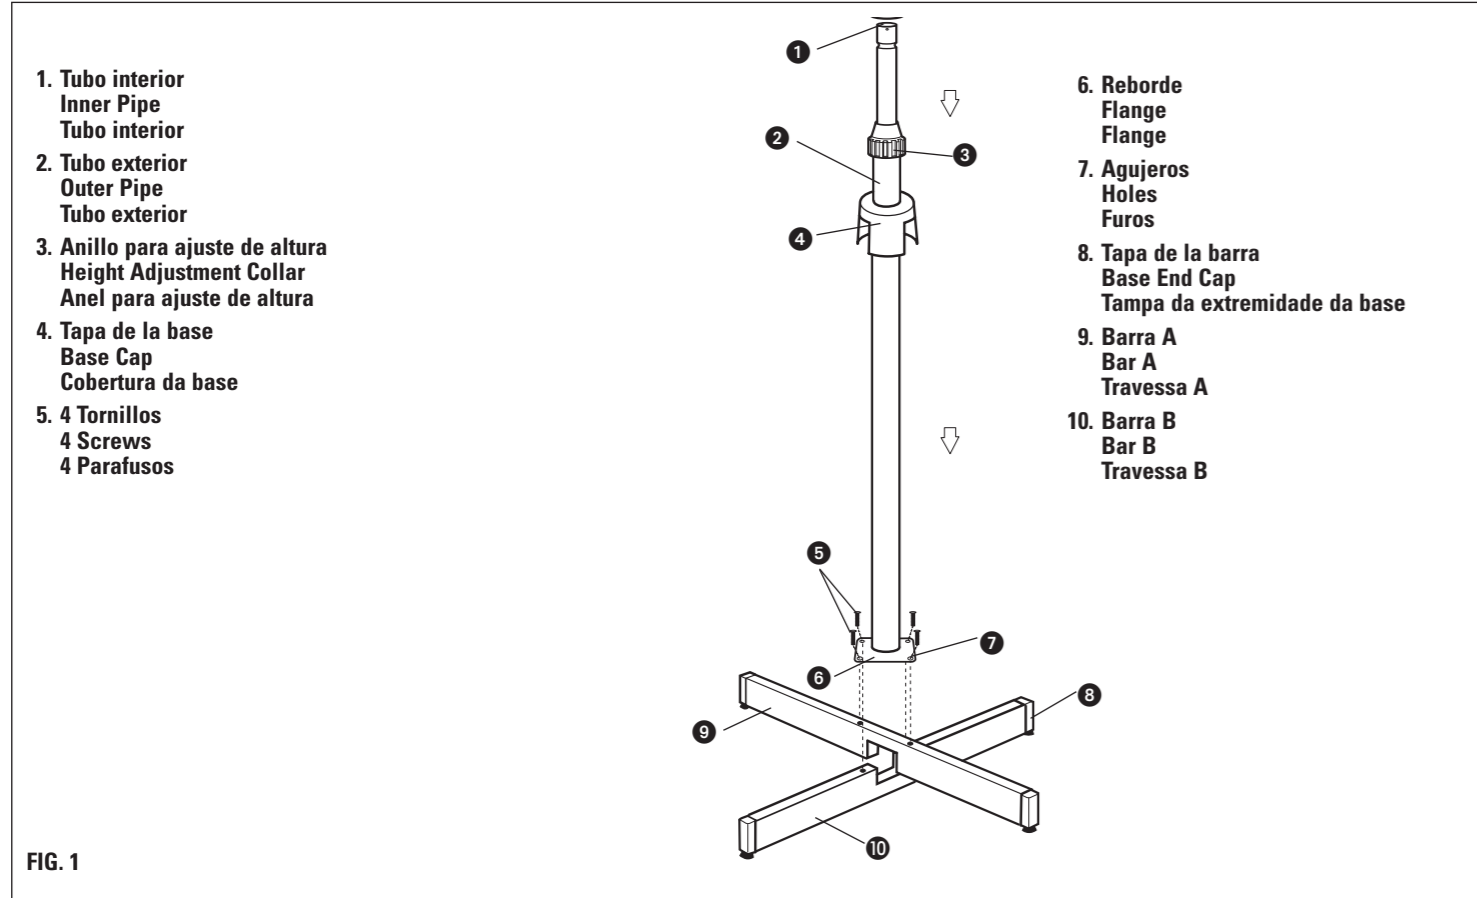

FIG. 1
2. Afloje y retire los cuatro tornillos de las barras A y B. Cruce las 2 barras como se muestra en Fig. 1 y alinee los cuatro agujeros con aquellos en el reborde. Asegure el reborde a las barras con los cuatro tornillos. Deslice hacia abajo la tapa de la base sobre lo ensamblado.
2. Loosen and remove the four screws from bar A and bar B. Cross the 2 bars as shown in Fig. 1 and align the four holes with those on the flange. Secure the flange to the bars with the four screws. Slide the base cap down over the assembly.
2. Solte e remova os quatro parafusos das travessas A e B. Cruze as duas travessas conforme mostrado na Fig. 1, alinhando os quatro furos com os furos do flange. Prenda o flange às travessas com os quatro parafusos. Deslize a cobertura da base sobre o conjunto.